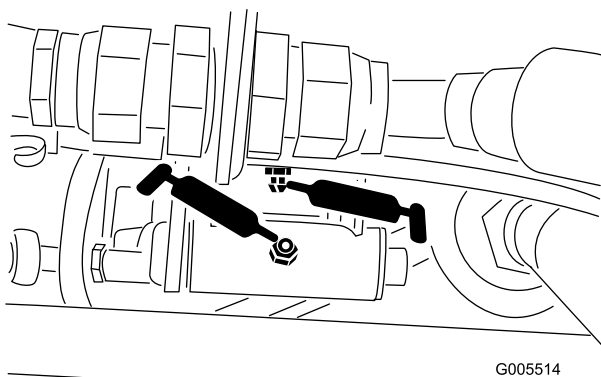
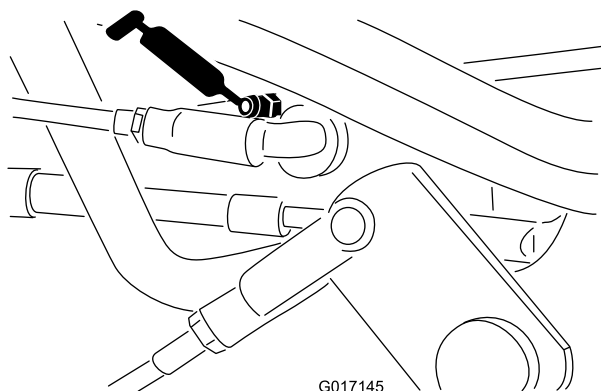

Figure 34
Figure 35
- Tringlerie de sélecteur de vitesses (Figure 34 et Figure 35)